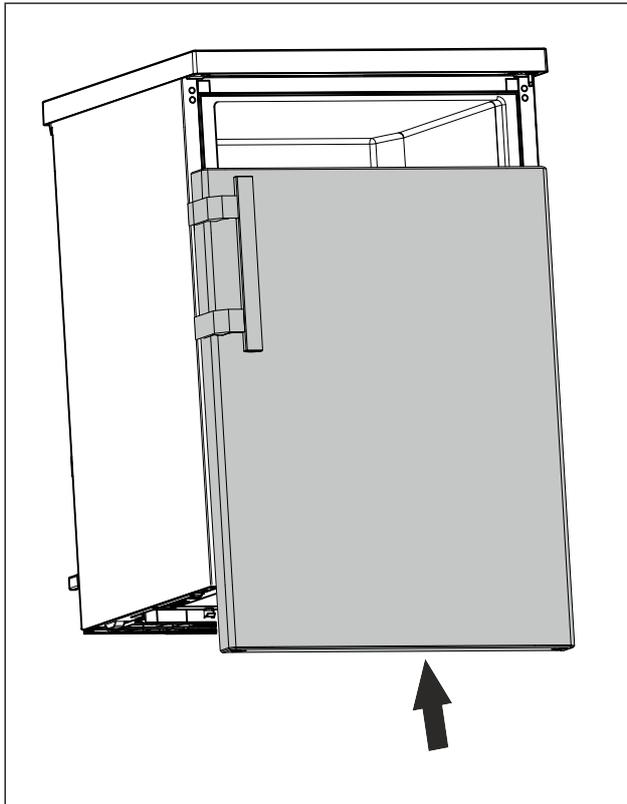

Fig. 24
- ▶ Deslizar la puerta sobre el perno superior cuando esté cerrada. (consulte *Fig. 24*)